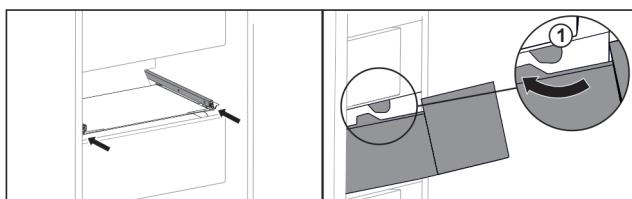

Fig. 160
- Обвести висувний ящик навколо стопора Fig. 160 (1).